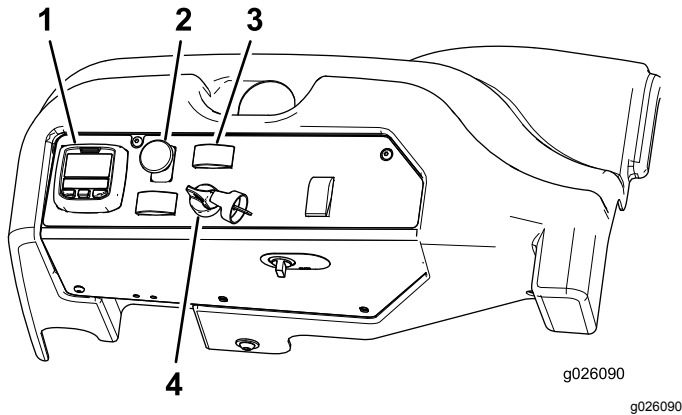

Figure 21
5. Placez la commande de prise de force (PDF) en position DÉSENGAGÉE (Figure 21).